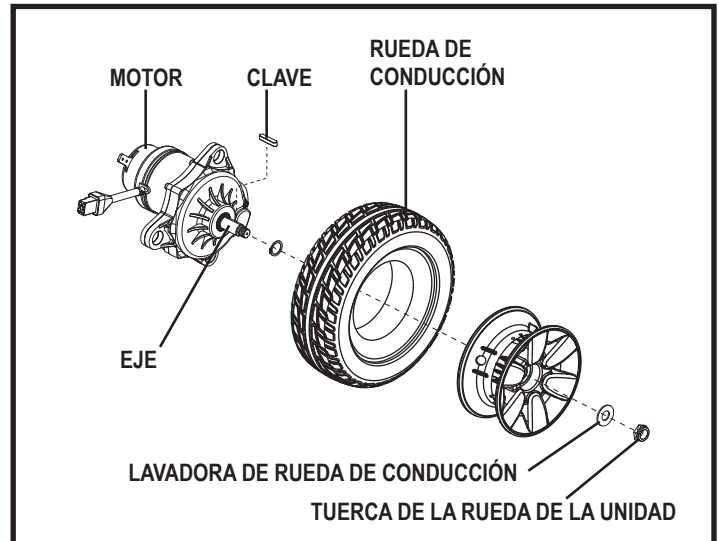

Figura 20. Remoción de la rueda de la serie de la serie Jazzy
4. Retire las cinco (5) tuercas del cubo de la rueda. **Ver figura 20.**
8. Vuelva a instalar la tuerca de la rueda de la unidad y la arandela en el eje y apriete. **Ver la Figura 20.**